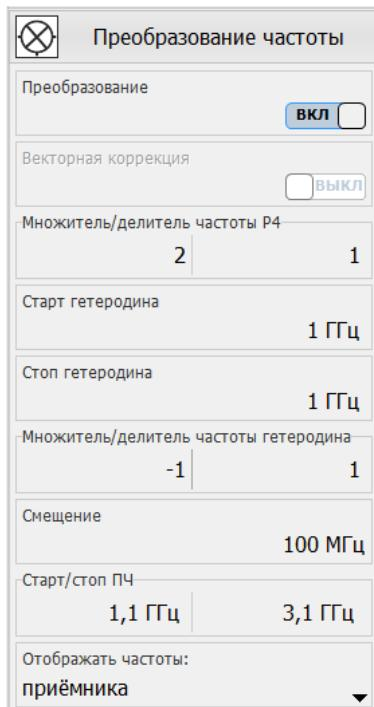

Рисунок 5.44 – Конфигурация измерения исследуемого устройства с преобразованием частоты со скалярной калибровкой
① Параметры преобразования дополнительно отображаются на панели управления «Преобразование частоты» (рисунок 5.44). При наличии калибровочных данных векторной калибровки смесителей переключатель «Векторная коррекция» находится в положении «ВКЛ», а переключатель «Преобразование» выключен (используется для «ручного» управления смещением частоты приёмников с опцией СЧП, описанного в п. 5.10.3 «Измерение параметров смесителей/умножителей со скалярной калибровкой»).
② Изменение параметров преобразования без проведения повторной калибровки приведёт кискажениям расчётных данных в случае несоответствия частотных диапазонов калибровки и измерения.
Шаг 1. Установите параметры преобразования частоты на панели управления «Преобразование частоты» (рисунок 5.44).